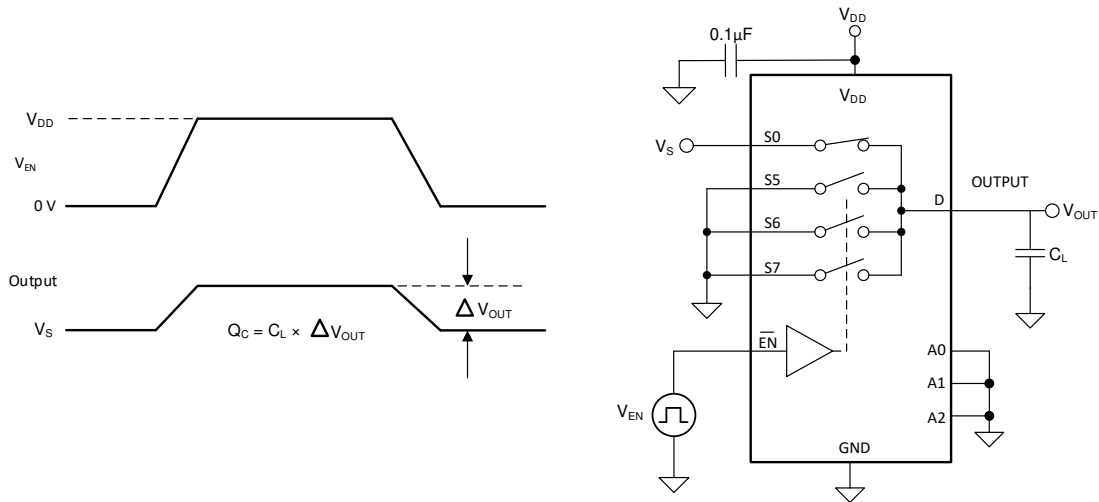

図 7-7. 電荷注入測定時の設定
TMUX1308A-Q1 デバイスと TMUX1309A-Q1 デバイスは、伝送ゲートトポロジを採用しています。NMOS トランジスタと PMOS トランジスタの間で容量の不一致がある場合、ゲート信号の立ち下がりエッジまたは立ち上がりエッジにおいて、ドレインまたはソースに電荷が注入されます。デバイスのソースまたはドレインに注入される電荷の量を電荷注入と呼び、 Q_C という記号で表します。図 7-7 に、ソース (Sx) からドレイン (D) に向けた電荷注入の測定に使用する構成を示します。